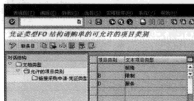

图 7-41 设置“允许的项目类别”
STEP 2 在右边栏目中选择某一项目类型，然后在左栏中双击“允许的项目类别”选项，则可为项目类型设置“允许的项目类别”，如图 7-41 所示。